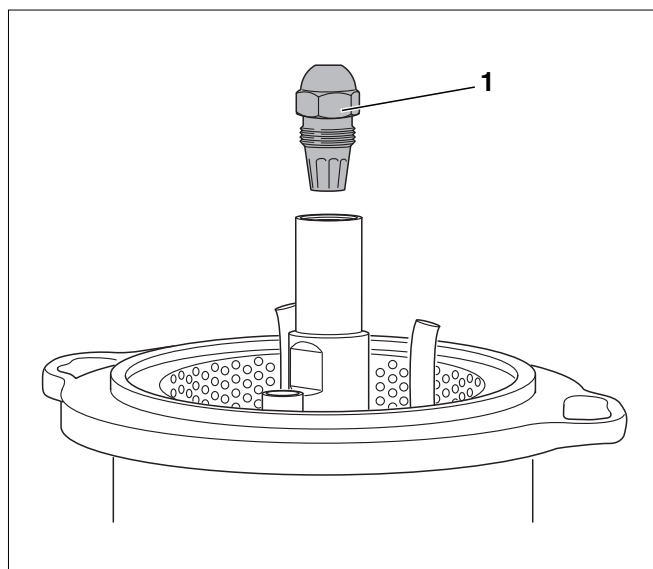

Fig. 48 Desmontaje de la tobera
- Suelte la tobera (fig. 48, **pos. 1**) con las dos llaves de anchura SW 16 y SW 19.
- Desenrosque la tobera (Fig. 48, pág. 37).